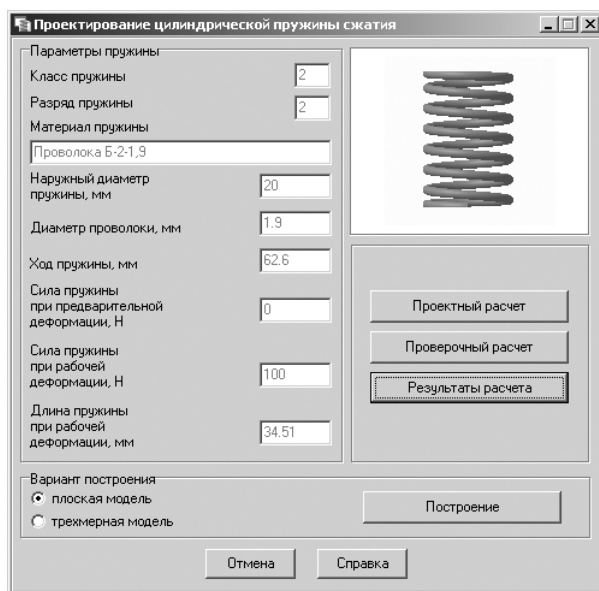

Рис. 4.39. Главное окно системы **Проектирование цилиндрической пружины сжатия**
- щелкните в диалоговом окне **KOMPAS-Spring** по кнопке **Да**. Появится главное окно системы **Проектирование цилиндрической пружины сжатия**, см. рис. 4.39.
- щелкните в главном окне системы **Проектирование цилиндрической пружины сжатия** (см. рис. 4.39) в разделе **Вариант построения** по переключателю **плоская модель** для его включения;
- щелкните в главном окне системы **Проектирование цилиндрической пружины сжатия** (см. рис. 4.39) в разделе **Вариант построения** по переключателю **трехмерная модель** для его включения;